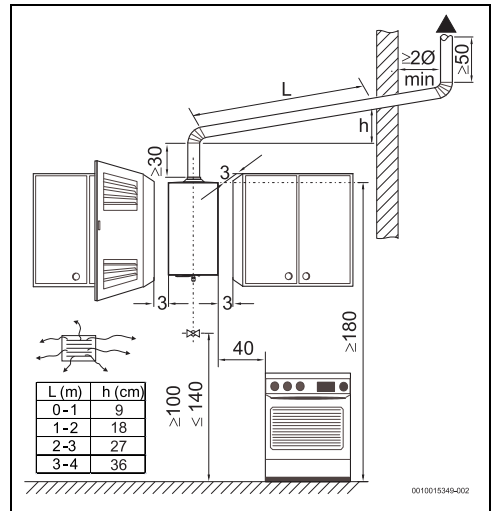

Fig. 11 Distanze minime (cm)
- ▶ Rispettare le distanze minime indicate in fig. 11.
- ▶ Garantire la buona accessibilità per i lavori di manutenzione, rispettando le distanze minime indicate nella fig. 11.